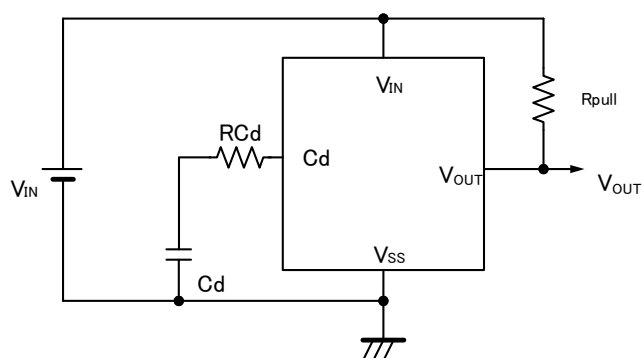

図 4:Cd 端子に抵抗を接続した回路例
- ・Cd-Cd 端子間に 500 $\Omega$ ~1k $\Omega$  の抵抗(RCd)を接続。(図 4 参照)